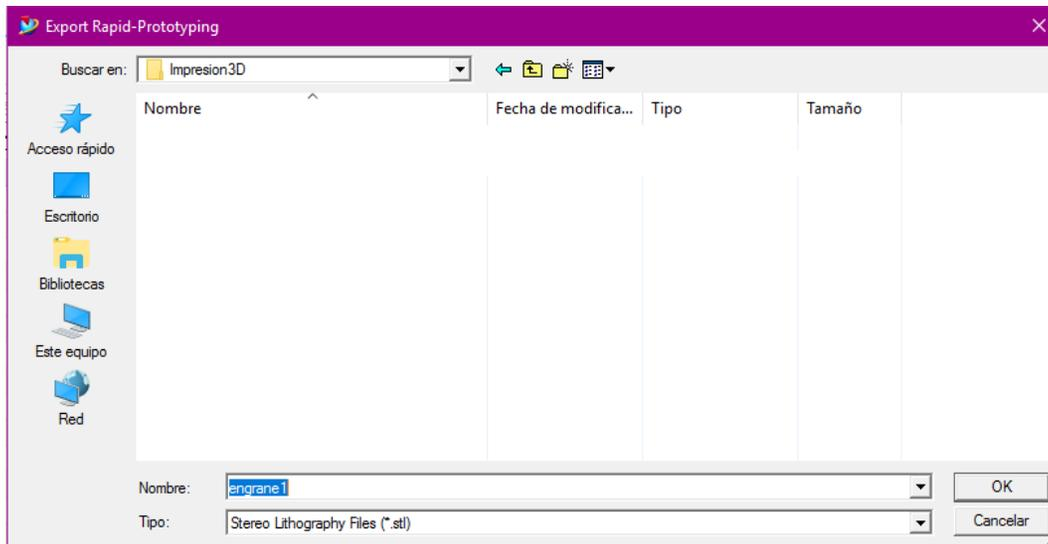

Figura 2.3 Crear archivo **engrane1.stl**.
- Nombrar el archivo como **engrane1** y despues dar click en *Ok* (Figura 2.3).